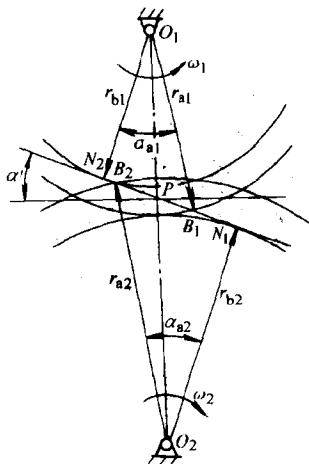

图 4
7. 解 如图 4 所示。 $a = m(z_1 + z_2)/2$